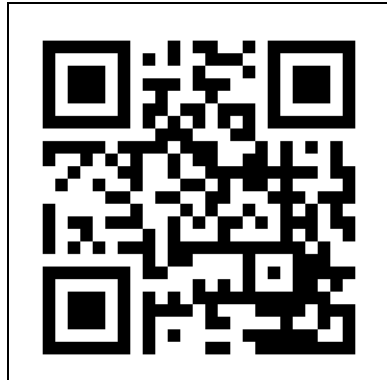

Abbildung 17
1. Öffnen Sie das Eurom Smart App-Handbuch mit dem QR-Code (Abbildung 17) oder gehen Sie zu www.eurom.nl/nl/manuals.
5. Entfernen Sie die Batterien aus der Fernbedienung (Abbildung 17).